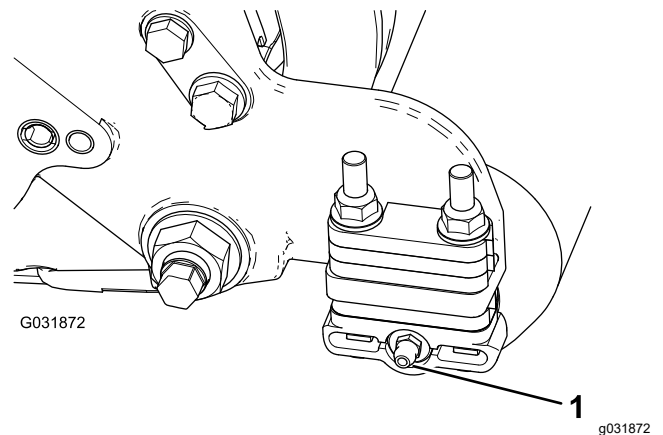

Figura 6
2. Instale el engrasador de 90° orientado hacia atrás (Figura 6).